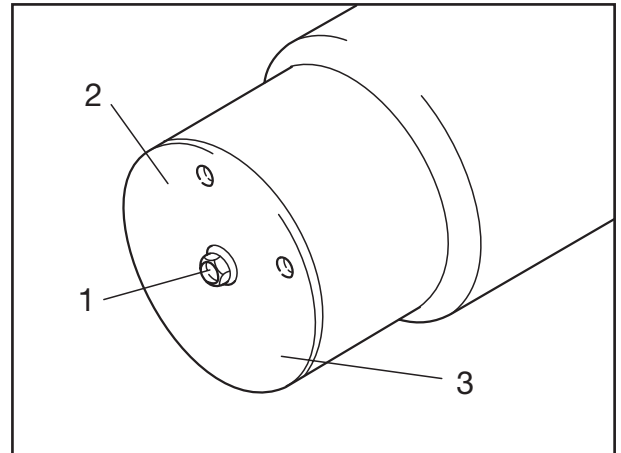

Fig. 9
- [3] Sicherungsschraube (Fig. 9/1) mit Schlagschrauber herausschrauben und Deckel (Fig. 9/2) von der Federglocke (Fig. 9/3) abnehmen.
- [7] Sicherungsschraube (Fig. 9/1 und 11/1) mit einem Anziehdrehmoment von 230 Nm festziehen.
- [3] Use an impact driver to unscrew and remove the locking screw (Fig. 9/1) and remove the cover (Fig. 9/2) from the piston (Fig. 9/3).
- [7] Tighten the locking screw (Fig. 9/1 and 11/1) with a tightening torque of 230 Nm.
- [3] Extraire la vis de sûreté (Fig. 9/1) avec une visseuse à percussion et ôter le couvercle (Fig. 9/2) du piston de ressort (Fig. 9/3).
- [7] Serrer la vis de sûreté (Fig. 9/1 et 11/1) à un couple de 230 Nm.